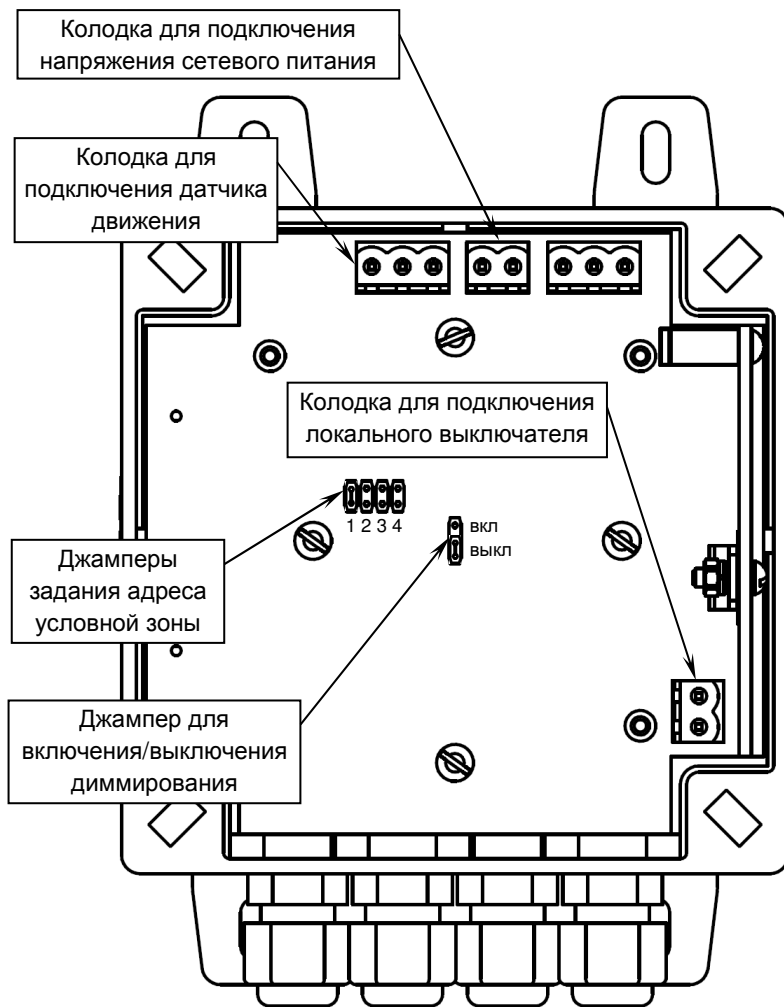
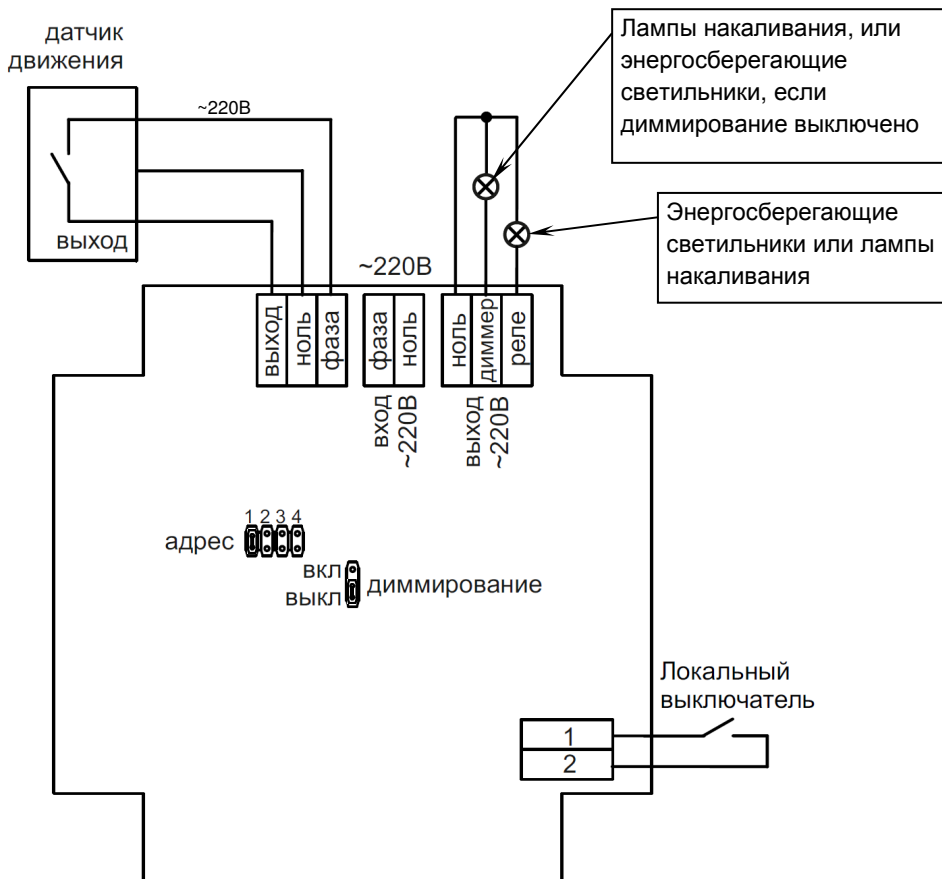

Рисунок 2 — Общий вид контроллера со снятой крышкой
Рисунок 3 — Схема подключений
Принадлежность каждого контроллера к конкретной зоне (адрес зоны) задается с помощью переключек-джамперов, расположенных на печатной плате внутри корпуса контроллера (см. рисунок 2 и таблицу 2).
- подсоедините к кабельным частям разъемных клеммных колодок (входят в комплект поставки) провода для подключения проводов сетевого питания, локального выключателя, датчика движения и осветительного оборудования в соответствии с назначением клемм подключения (рисунок 2) и схемой подключения (рисунок 3);
- длительным нажатием на кнопку RF (см. рисунок 2 руководства по эксплуатации на системный контроллер) включите режим сопряжения с контроллером освещения, светодиод RF системного контроллера начнет мигать, а зуммер издавать звуковой сигнал;